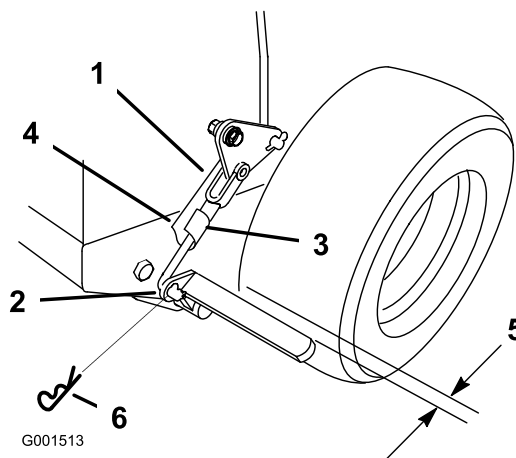

Figure 42
3. Enlevez la goupille fendue élastique de la biellette de frein inférieure (Figure 42).
stationnement ; tournez la biellette de frein dans le sens antihoraire hors de la chape pour desserrer le frein de stationnement (Figure 42).
Remarque: Lorsque le frein de stationnement est desserré, un espace d'environ 6 mm doit exister entre le pneu et la barre plate (Figure 42).
5. Fixez la biellette inférieure au levier de frein inférieur avec la goupille fendue et l'axe de chape (Figure 42).